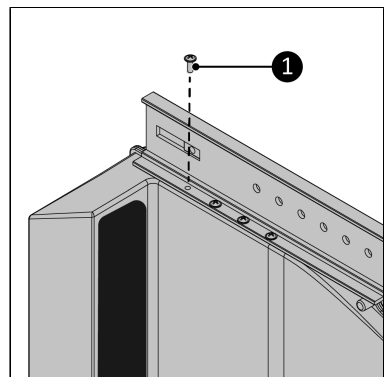

Abbildung 140.
6. Schrauben Sie die Hauptschiene mit den acht 3,5 x 12 mm Schrauben (Abbildung 140, Pos. 1) am Way-out fest. Stellen Sie sicher, dass alle Schraubenlöcher übereinstimmen.